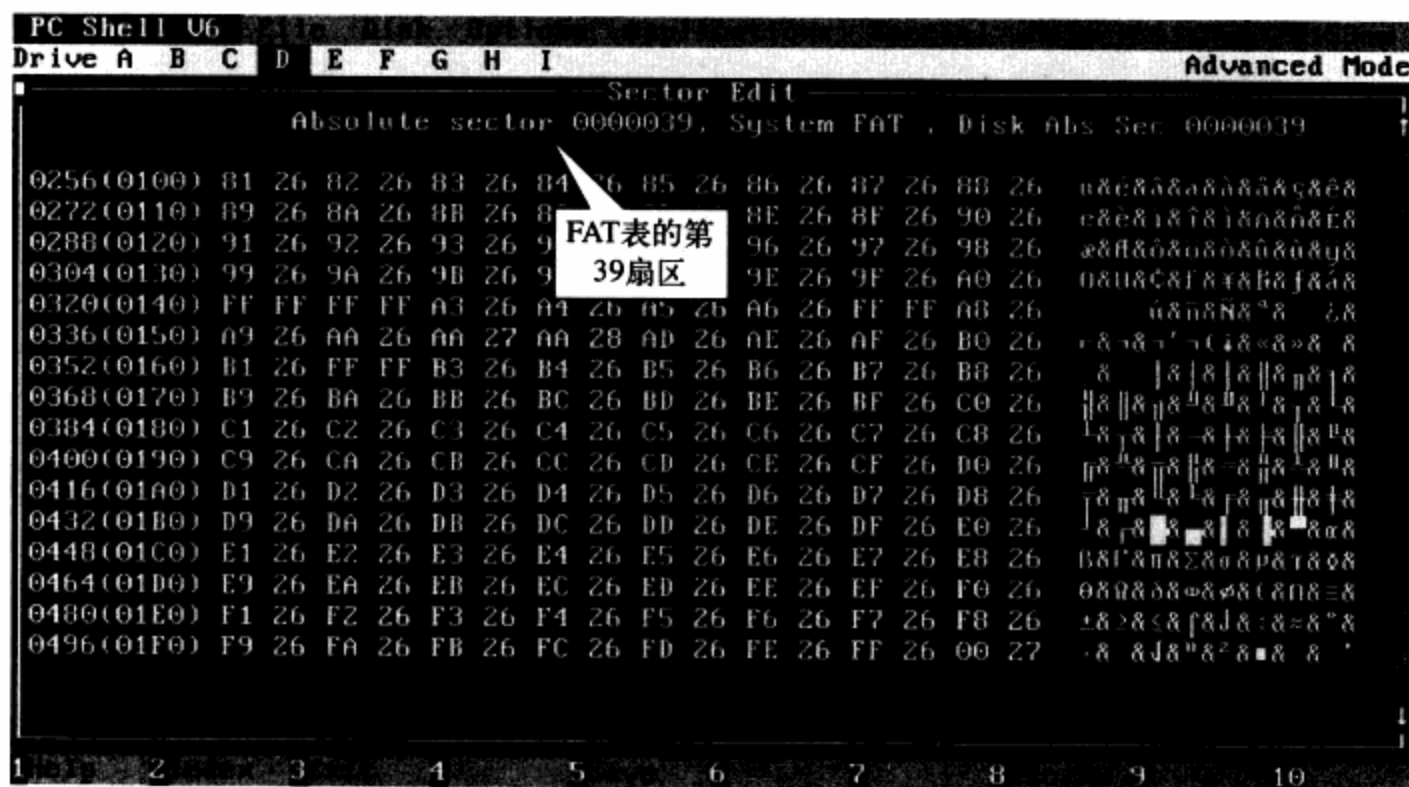

图13-42 在FAT表中恢复文件F3.TXT的簇号链
**步骤 05** 不断按PageDown键，直到翻至FAT的第39扇区，找到偏移为338处（即为该文件的起始簇26A9H），并从该簇开始，依次键入该文件的簇链：AA26、AA27、AA28、…、DD25、DD26、FFFF。键入值为文件结束符FFFFH（EOF）的簇号，即是文件的终止簇号26DD（H）。如图13-42所示。